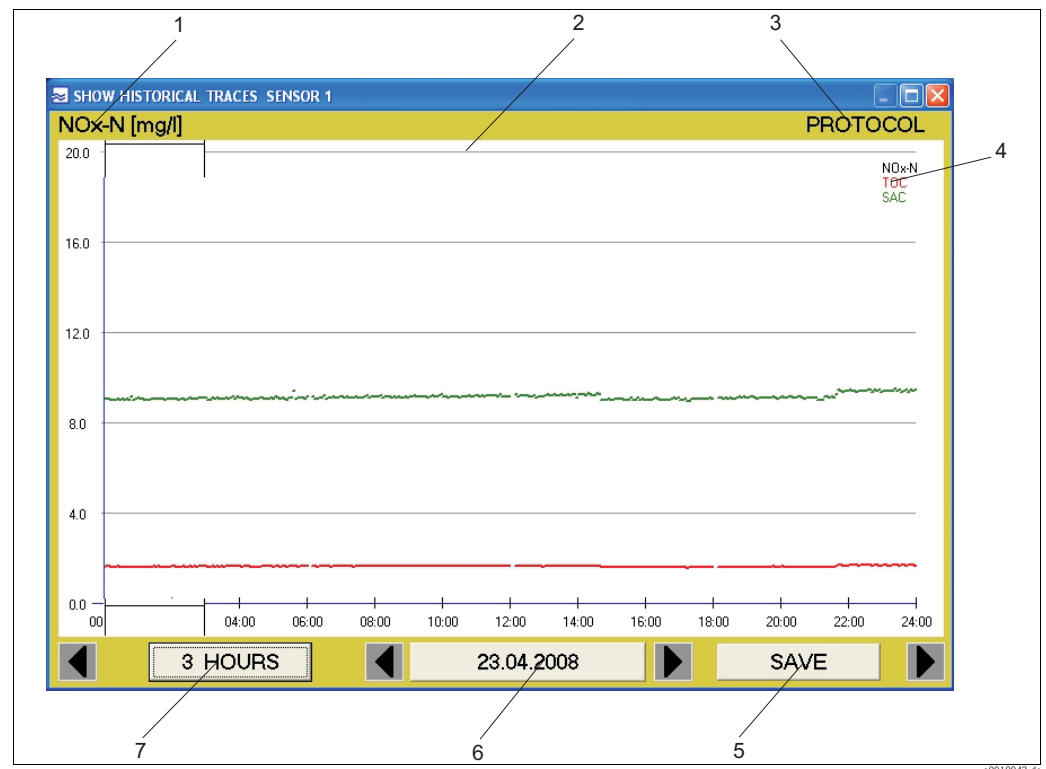

Fig. 33 : Navigation parmi les courbes
Déplacez la fenêtre des heures (pos. 2, Fig. 33) à l'endroit où vous voulez examiner la courbe plus précisément. Cliquez ensuite sur le bouton 3 HOURS. La courbe est affichée pour la période choisie. Pour revenir à l'affichage précédent, cliquez sur le bouton 24 HOURS.
Cliquez sur PROTOCOL (pos. 3, Fig. 33) pour accéder au rapport journalier.
La mise à l'échelle de l'axe y est déterminée par un paramètre (pos. 1, Fig. 33). Sur l'écran ci-dessous, c'est NOx-N. Cliquez sur le paramètre affiché pour modifier la mise à l'échelle. La fenêtre suivante apparaît :
Les paramètres sélectionnés pour la mesure sont affichés ici (pos. 4, Fig. 33). Chaque paramètre a sa propre couleur pour identifier les courbes.
Cliquez sur le bouton SAVE (pos. 5, Fig. 33) pour sauvegarder les valeurs mesurées d'un jour sélectionné dans un fichier csv.
L'affichage de la date (pos. 6, Fig. 33) vous montre quand la courbe a été créée. Les flèches correspondantes permettent de faire défiler vers l'avant ou l'arrière.
Ce bouton (pos. 7, Fig. 33) permet de choisir l'affichage sur 24 heures ou sur 3 heures.